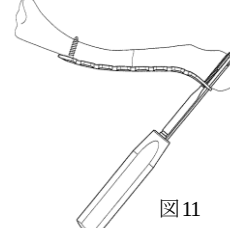

図11
- 12) 骨質が硬い場合は、2.7ロックングスクリュー用タップ (グリップ型) で、ブレッタップを行います。 (図11)